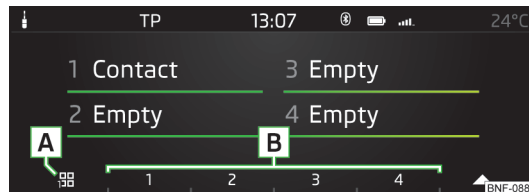

Fig. 112
- Premir várias vezes sucessivamente a tecla de função [A] » Fig. 112 para selecionar o grupo desejado.
- Para iniciar a **ligação**, premir a tecla de função do contacto desejado [B] » Fig. 112.